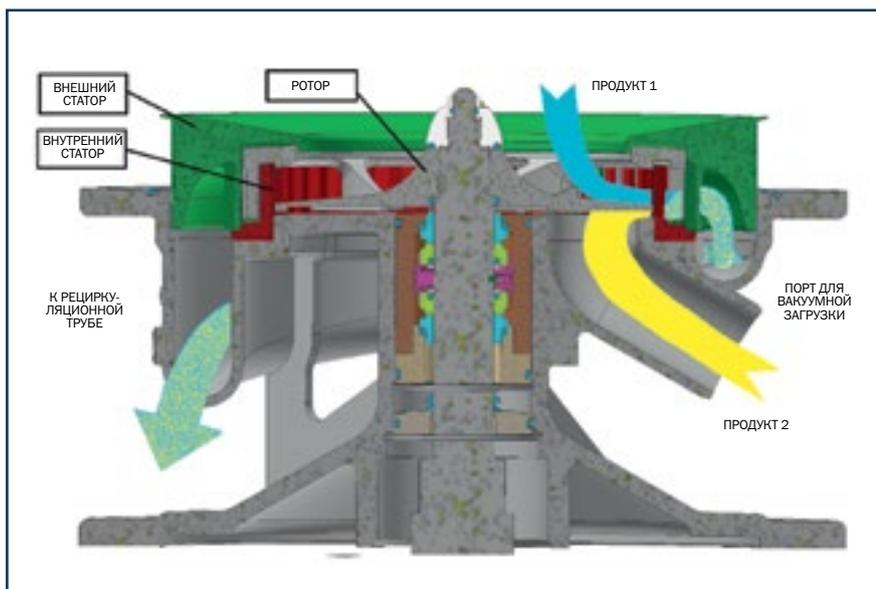

Рис. 2. Аппарат с вогнутым днищем рабочей камеры, в которой процесс гомогенизации возможен без цикла принудительной рециркуляции
2. Аппараты с вогнутым днищем рабочей камеры, в которых процесс гомогенизации возможен без цикла принудительной рециркуляции (рис. 2).